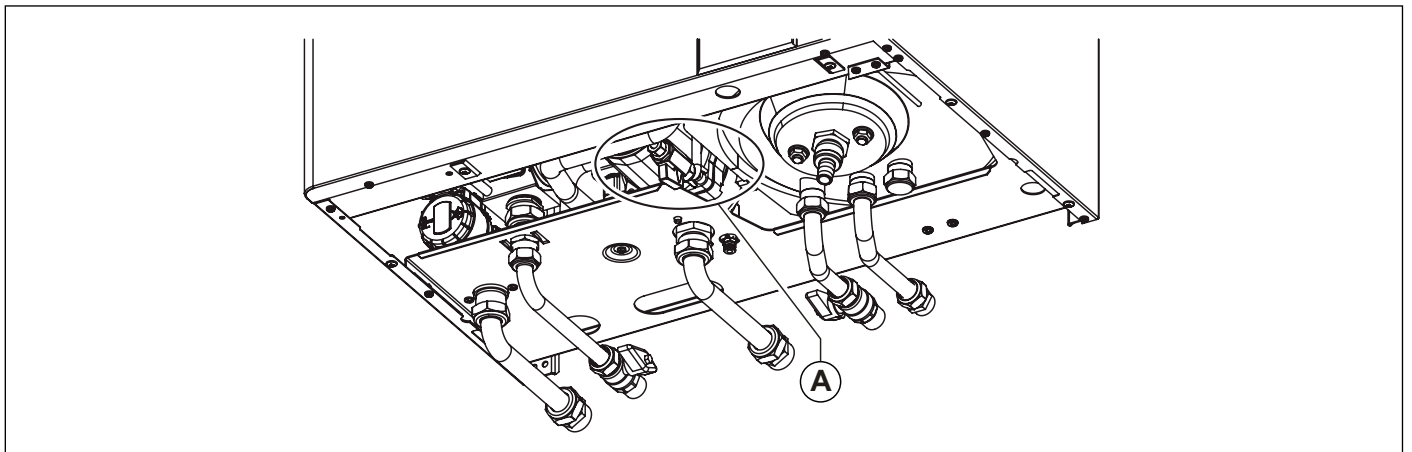

Рис. 2 Кран підживлення
Якщо на дисплеї з'являється код несправності **E04**, це означає, що тиск в системі опалення занадто низький (спрацював датчик тиску в системі опалення). Необхідно підживити котел за допомогою крану заповнення. Рис. 2 Кран підживлення. Помилка **E04** буде відображатися коли тиск в системі опалення опуститься нижче 0,4 бар та автоматично щезне коли він підніметься вище 1,0 бар. Тиск в холодному котлі повинен бути
- відкрити кран заповнення системи Рис. 2 Кран підживлення рухом проти годинникової стрілки з метою подачі води в котел;